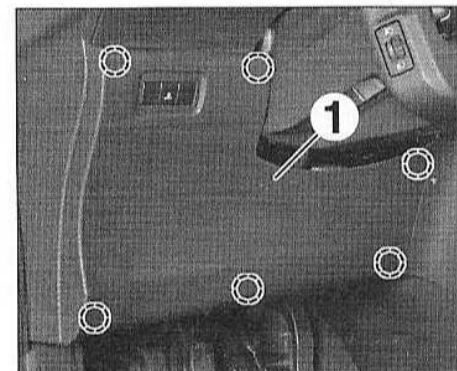

FIG.6
- la garniture genoux conducteur (1) (Fig.6),